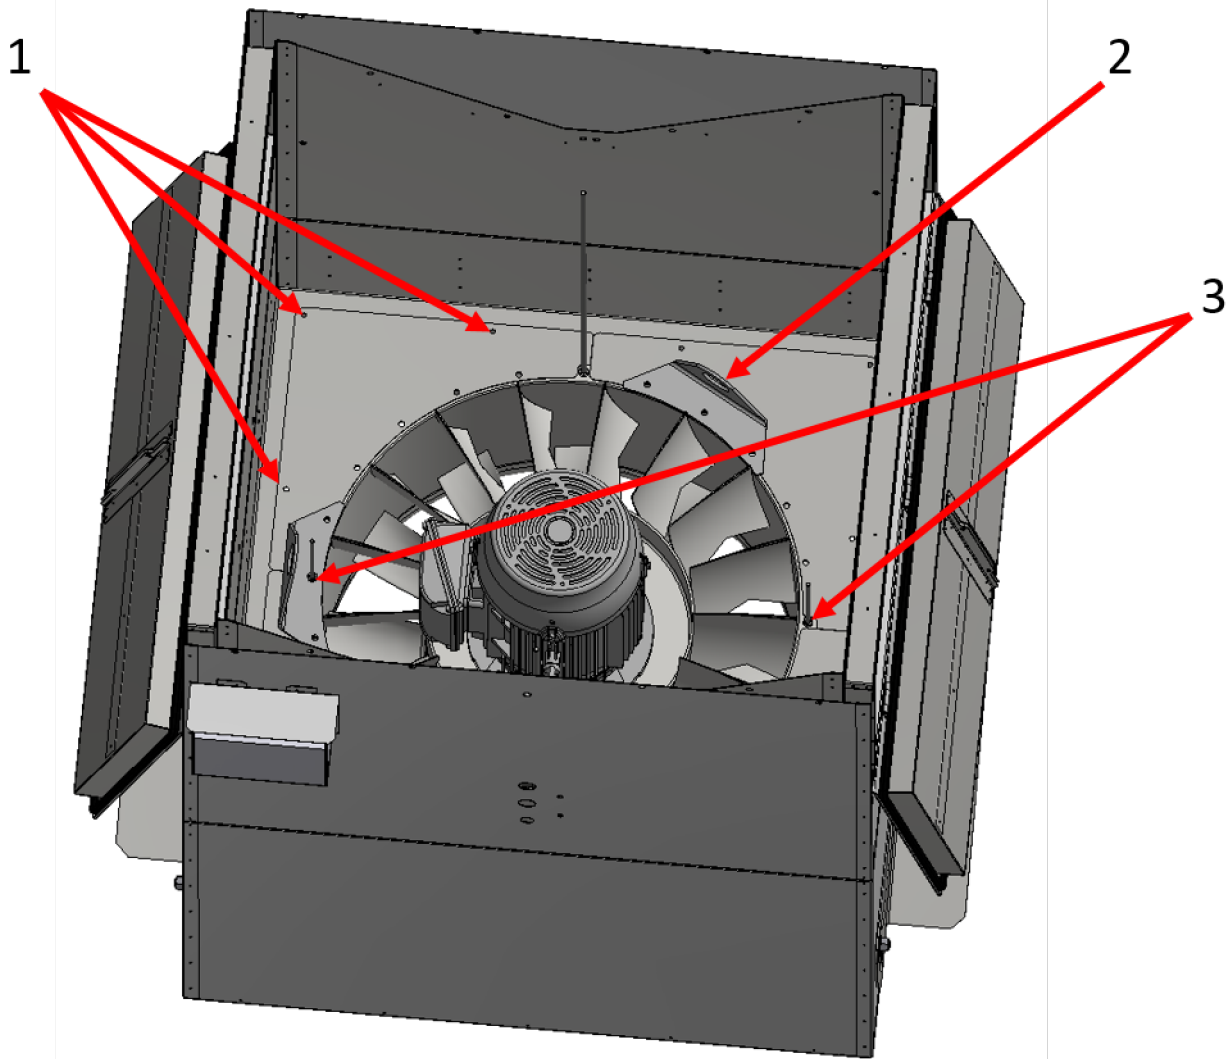

Abb. 27: Demontage\_Mittelblech\_2
15. ▶ Befestigungsschrauben am Mittelblech ( Abb. 27 /1) (bis NG 630 8 Stück, ab NG 710 12 Stück) entfernen und verstauen. Anschließend die beiden Muttern M8 ( Abb. 27 /3) entfernen und verstauen.
16. ▶ Mit einem geeigneten Hebemittel an den dargestellten Anschlagpunkten ( Abb. 27 /2) den Ventilator herausheben.